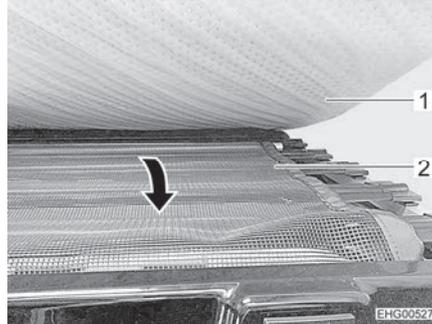

Fig. 50 Red de seguridad
- Extraer la red de seguridad (Fig. 50,2) de debajo del colchón (Fig. 50,1) y extenderla sobre el orificio de acceso.